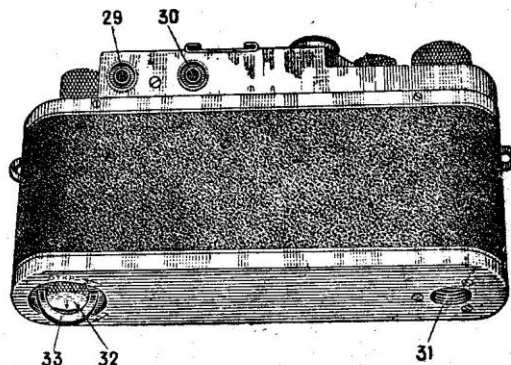

Рис. 2.
29. Окуляр дальномера (рис. 2).
30. Окуляр видоискателя (рис. 2).
31. Штативная гайка камеры (рис. 2).
32. Замок нижней крышки (рис. 2).
33. Дужка замка (рис. 2).